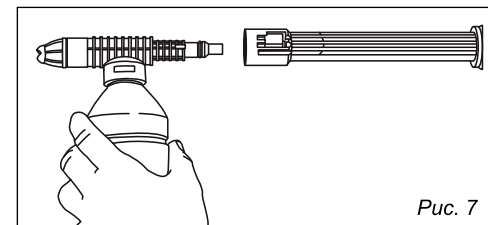

Рис. 7
■ Пенная насадка на пистолет (рис. 7) предназначена для распыления мощного средства в виде пены на загрязненную поверхность.